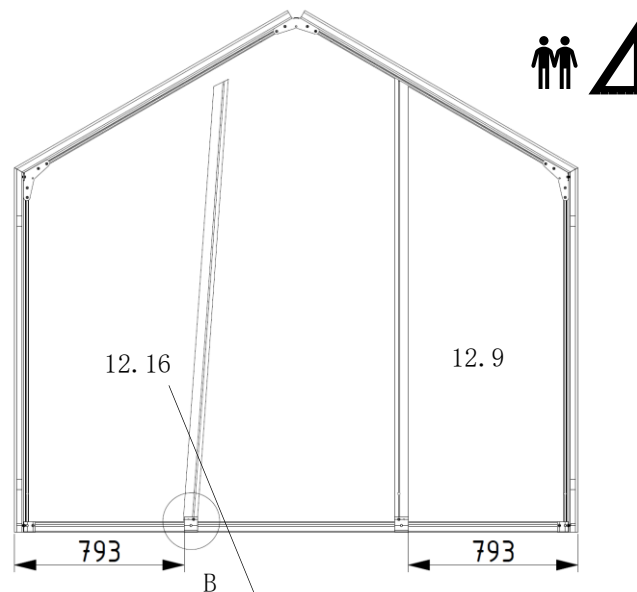

Abb. 17
- Verschraubungen handfest anziehen! (Abb. 17)